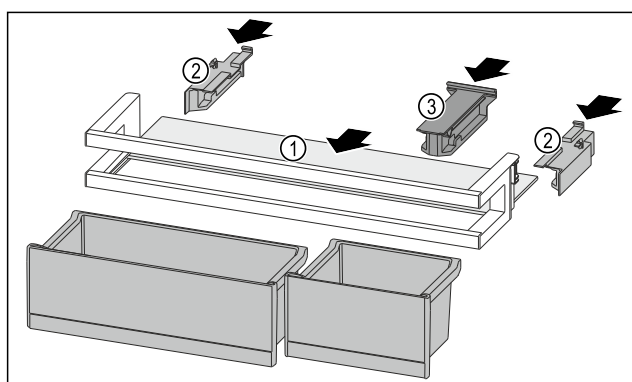

Fig. 228
- Abstellfläche Fig. 228 (1) in die seitlichen Aussparungen einschieben.
- Seitenteile Fig. 228 (2) einsetzen.
- Halteteil Fig. 228 (3) einsetzen.